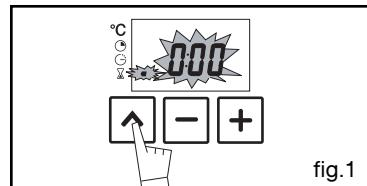

fig.1
- Druk op de toets " \wedge " (fig.1) tot het symbool van de schakelklok knippert.